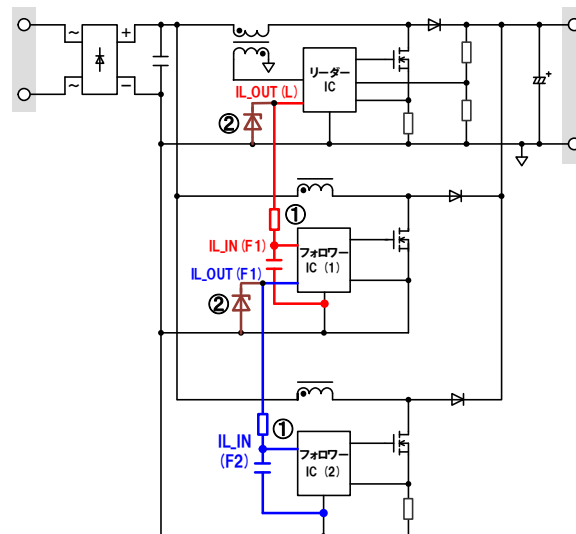

図 8 . インターリーブ接続例
また、図 8 のように IL\_OUT(F1)端子と次段のフォロワーIC の IL\_IN 端子(F2)を接続することにより、3 段以上の多段インターリーブを行うことができます。
その際、ノイズ対策として図 8 の①および②の部品が必要となります。
- ①.IL\_IN 端子の直近に抵抗とコンデンサを挿入してください。
- 2) リーダーIC の IL\_OUT(L)信号は、OUT(L) に同期した信号で出力されます。(波形 C、矢印①)
- 3) リーダーIC の IL\_OUT(L)信号は、図 8 のように CR を介してフォロワーIC の IL\_IN(F1)端子に入力されます (波形 C, D、矢印②)。フォロワーIC(1)内部では、カウンタ回路により IL\_IN(F1)の Hi 時間を記憶しています。
- 4) フォロワーIC(1)の OUT(F1)は、リーダーIC のターンオフのタイミングでオンし、記憶したオン幅を出力します。オン幅は OUT(L)と同じとなります (波形 E、矢印③)。
- 5) フォロワーIC(1)の IL\_OUT(F1)信号は、OUT(F1)に同期した信号で出力されます。(波形 F、矢印④)
- 6) 多段化は、IL\_OUT(F1)端子と次段フォロワーIC(2)の IL\_IN(F2)端子を接続することで実現できます。(波形 F、矢印⑤)